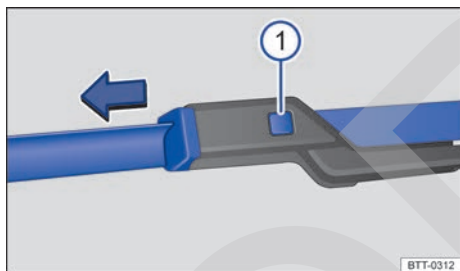

Fig. 190 Cambio de las escobillas limpiacristales del parabrisas.
- Mantenga presionada la tecla de desbloqueo → fig. 190 ⚙ y tire al mismo tiempo de la escobilla en el sentido de la flecha.